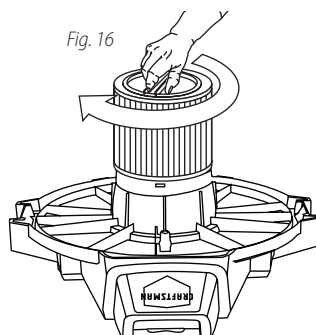

Fig. 16
35. Sujetar la cubierta del depósito con una mano y girar la manija del retenedor 15 del filtro en sentido de las agujas del reloj para fijar el filtro 14 en su sitio. **Fig. 16.**